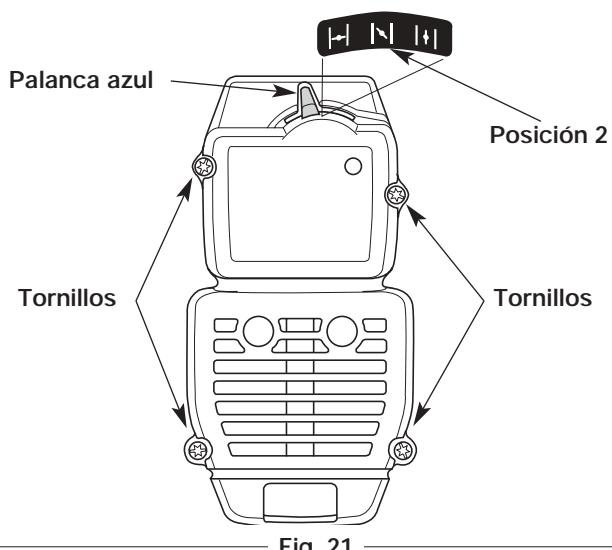

Fig. 21
**NOTA:** La palanca azul debe estar en Posición 2 (Fig. 21) para sacar la cubierta del silenciador / filtro de aire.
- Saque los cuatro (4) tornillos que sostienen la cubierta del silenciador / filtro de aire (Fig. 21). Use un destornillador de vástago plano o de broca Torx N° T20.
- Inserte los cuatro (4) tornillos en los orificios de la cubierta del silenciador / filtro de aire (Fig. 21) y ajústelos. **No los ajuste demasiado.**